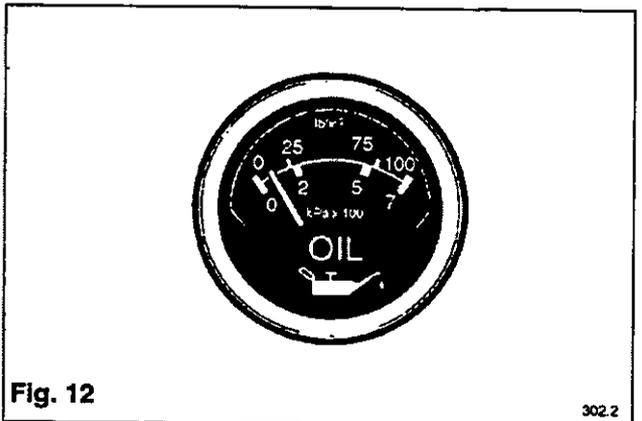

Fig. 12
**Manomètre de pression d'huile Fig. 12